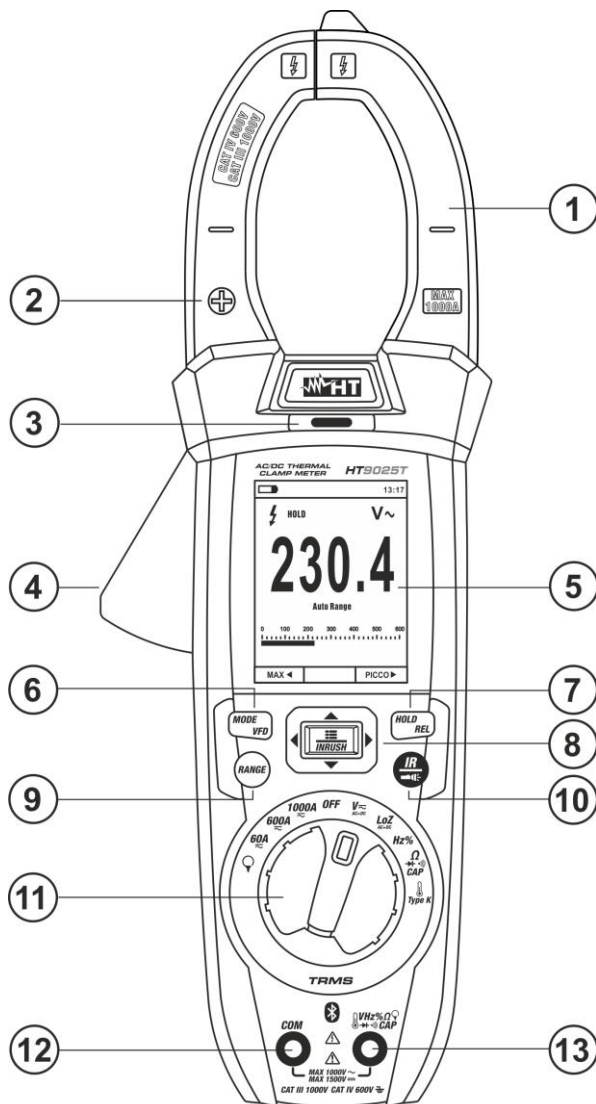

Fig. 1 Descripción parte delantera del instrumento
2. Acerque el instrumento a una fuente CA y note el encendido del LED rojo en la parte superior (ver Fig. 1 – parte 3) que evidencia la presencia